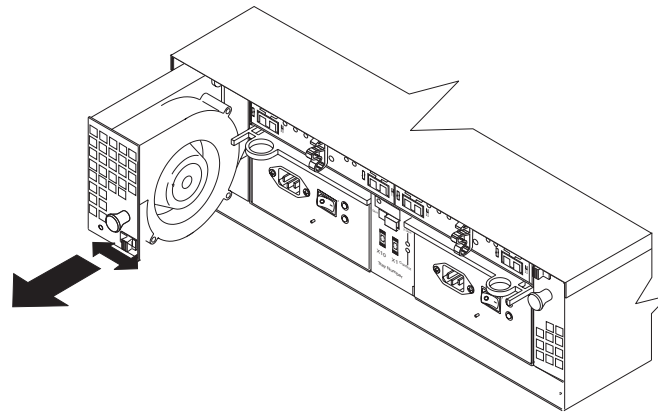

Figura 9. Extracción de una CRU de ventilador
2. Sujete el asa y tire de la unidad de ventilación que se encuentra en la bahía, tal como se muestra en la Figura 9.